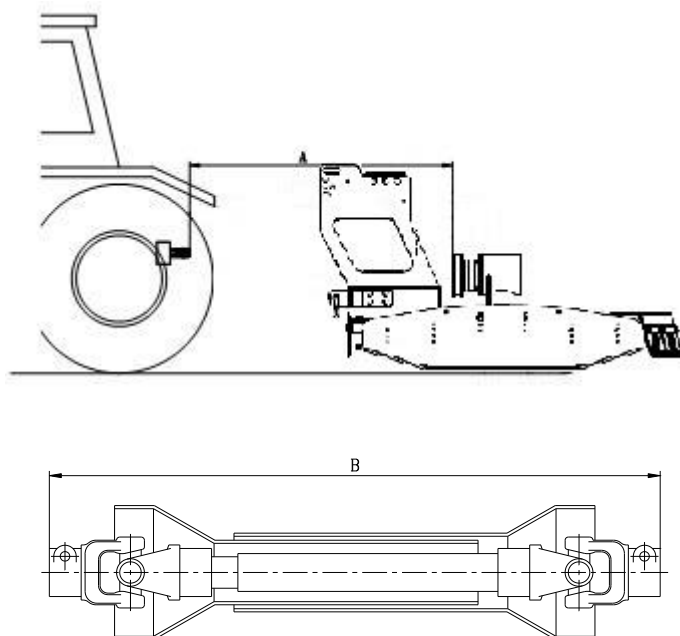

FIG. 8. DETERMINATION DE LA LARGEUR DU CARDAN
- Mesurer la distance entre l'arbre et le groupe du gyrobroyeur et la prise de force du tracteur. (Fig. 8)
- Mesurer le cardan position entièrement fermée. (Fig. 8)